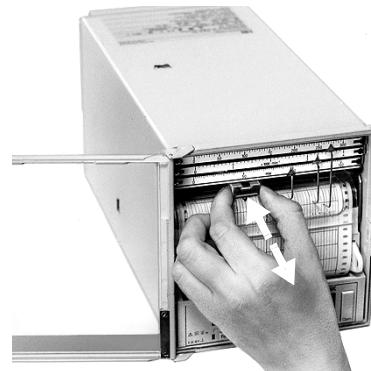

Bild 12 Druckeinsatz einsetzen, entnehmen
3. Druckeinsatz in den Schrebschlitten einsetzen (siehe Bild 12)